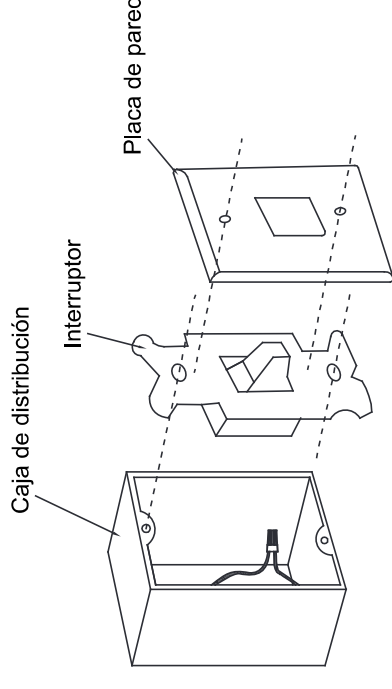

Fig. 17
Paso 1. Retire la placa de pared existente y el interruptor viejo de la caja de distribución de la pared. Conecte los cables NEGROS (calientes) y empuje hacia atrás dentro de la caja de distribución (**Fig. 17**) o seleccione la ubicación deseada con una nueva caja de distribución de pared.